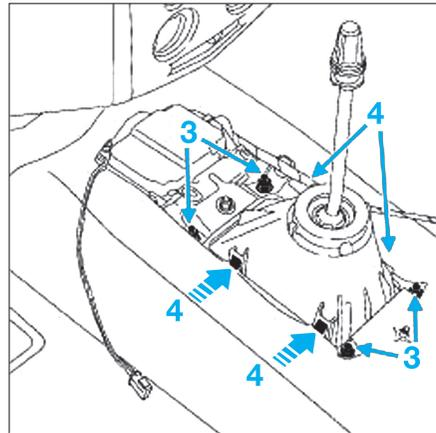

Fig. 22
- Déposer les vis (3) du boîtier de commande des vitesses (Fig.22).
- Dégrafer en (4) le boîtier de commande des vitesses du plancher.